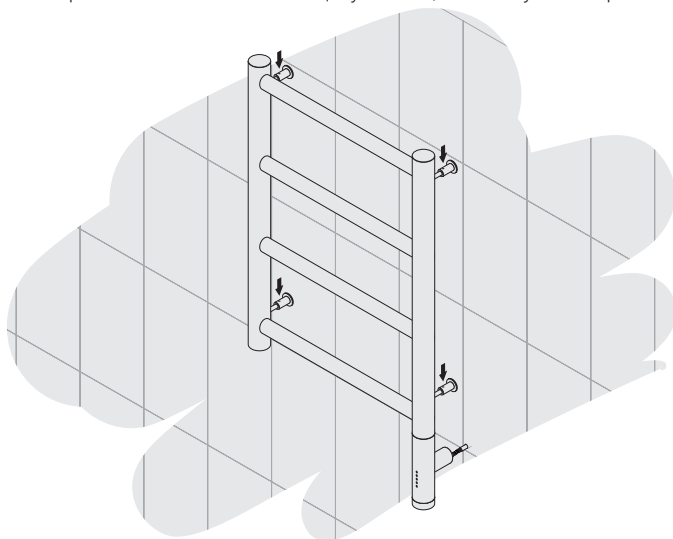

Рис.10
4.2.5. Произвести «черновой» монтаж полотенцесушителя, используя стопорные винты (рис. 10).